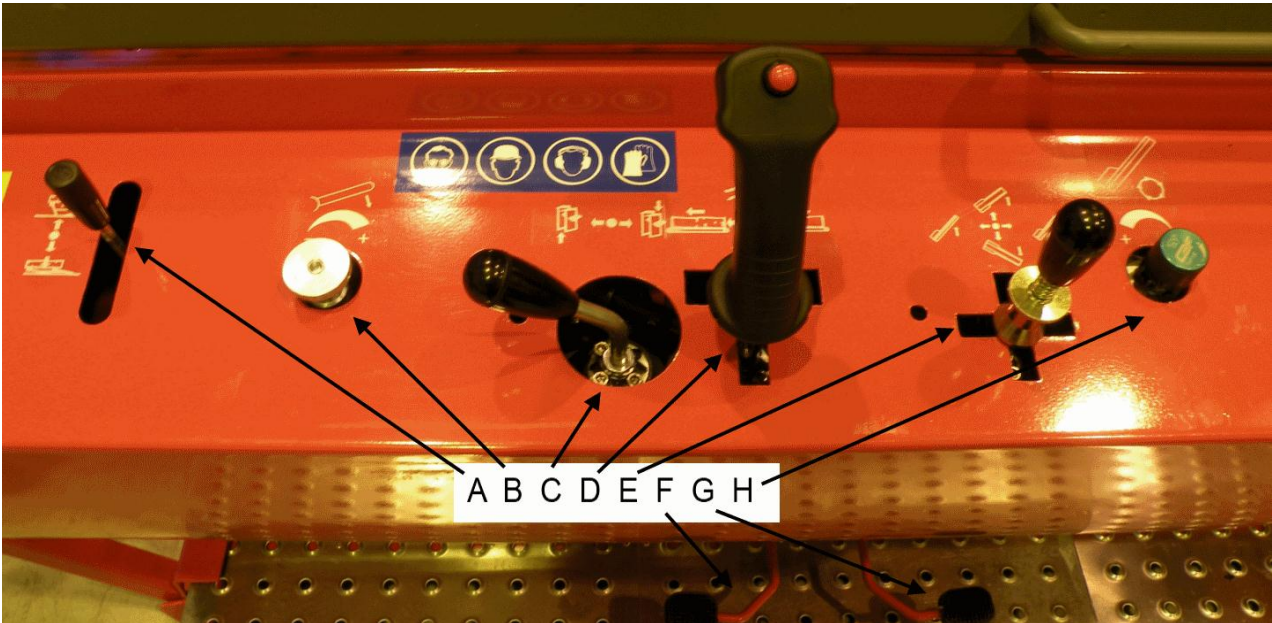

Bild 9. Maskinens manöverorgan
2. Kontrollera att transportören har stannats med styrningen H, punkt 3.2 och bild 9, (medsols) och starta maskinen.
3. Håll låsningen A öppen och sänk utmatningstransportören hydrauliskt till lägsta läge med styrningen E (till höger) enligt punkt 3.2, bild 9.
1. Stanna transportören med styrningen H i punkt 3.2, bild 9.
2. Frigör låsningen D för transportörens övre del och sänk transportören hydrauliskt till nedre läget med driftspaken E på bild 9.
#### Namn på och funktioner för manöverorganen på bild 9
Styr maskinens utmatningstransportör med manöverorganen E och H på bild 9. Välj lämplig riktning och höjd för transportören med manöverorganet E. Med manöverorganet H kan du steglöst justera transportörens rotationshastighet. Du kan sänka hastigheten tills transportören stannar.
Med ställspaken C på bild 9 kan du hydrauliskt styra maskinens klyvbett uppåt eller neråt. Vi rekommenderar att veden alltid går genom bettet så nära bettets mitt som möjligt för att vedklabbarna ska bli lika stora.
8. Vid sträng köld kan kaprörelsen till en början vara långsam. Upprepa då klyvrörelsen med klyvpedalen (bild 9, pedal G) tills oljan värms upp och rörelsen har normal hastighet.
10. Starta klyvrörelsen med klyvpedalen (bild 9, pedal G) och stanna den genom att öppna skydden för maskinens klyv- och kapfunktion.
11. Kontrollera att klyvbalken återgår till utgångsläget genom att hålla fotpedalen F (bild 9) i botten.
12. Starta klyvrörelsen genom att trampa fotpedalen G (bild 9) i botten.
13. Provkör inmatningstransportörens matnings- och returrörelse med joystick D på bild 9.
14. Provkör den hydrauliska vedgejdens lyftrörelse genom att trycka joystick D på bild 9 framåt och samtidigt trycka på knapp A på joysticken (Bild 10).
Den ved som ska bearbetas matas in i maskinen med inmatningstransportören. Du matar in ved i maskinen genom att föra joystick D på bild 9 i punkt 3.2 framåt och till höger. Du kan backa inmatningen genom att föra joysticken framåt och till vänster.
När du kapar ved ska du kapa den nästsista vedklubben så att den sista blir tillräckligt lång. Då ligger vedklubben stadigt under den hydrauliska vedgejden och kapningen sker stabilt och säkert. Den sista vedklubben körs direkt till klyvning och klyvningen inleds med klyvens fotpedal G på bild 9.
Maskinens klyvbalk utför automatiskt en klyvrörelse när du sänker kapsvärdet till lägsta läget (med manöverorganet D ner/upp på bild 9 i punkt 3.2) och lyfter det tillbaka till det övre läget.
Du kan också starta klyvrörelsen med fotpedalen G (bild 9) genom att trycka den i botten. Håll inte pedalen i botten onödigt länge, ca 1 sekund är tillräckligt. Fotpedalen är huvudsakligen avsedd att användas vid klyvning av den sista vedklubben. Då behöver inte användaren i onödan köra kapsvärdet till det nedre läget, utan klyvningen kan enklare och snabbare startas med fotpedalen.
Om du får problem med klyvningen och är tvungen att låta klyvbalken återgå till utgångsläget mitt i en klyvrörelse ska du öppna klyvningens och kapningens skydd, varvid klyvningen stannar. Tryck sedan pedalen F på bild 9 i botten och håll den där tills balken har återgått till utgångsläget.
1. Låt klyvbalken återgå till utgångsläget med pedalen för återkallad klyvning (bild 9, pedal F).
2. Lyft klyvbettet till högsta möjliga läge med manöverspaken C (bild 9).
3. Kapa en lämpligt grov (ca 20–25 cm) vedklubb i klyvrännan och starta klyvningen med fotpedalen G (bild 9), varvid den nya vedklubben skjuter den nedre delen av den fastnade veden genom bettet.